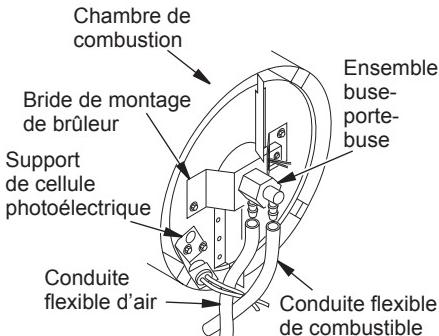

Figure 19 - Dépose des conduites flexibles de combustible et d'air (modèles 40/55/70T uniquement)
- Remettez la cellule photoélectrique dans son support. Acheminez les fils comme illustré à la Figure 19, 20 ou 21.
- Enlevez les conduites flexibles de combustible et d'air de la buse (voir Figure 19, 20 ou 21).
4. Vérifiez que les conduites flexibles de combustible et d'air ne sont ni fendillées ni trouées. Si la conduite flexible de combustible est endommagée, débranchez-la du porte-buse (voir Figure 19, 20 ou 21, page 12) et du filtre à combustible (voir *Filtre à combustible*, page 11). Si la conduite flexible d'air est endommagée, débranchez-la du porte-buse (voir Figure 19, 20 ou 21, page 12) et du raccord à griffes du couvercle d'extrémité de la pompe (voir Figure 24).
5. Installez une conduite d'air et/ou de combustible neuve. Raccordez une extrémité de la conduite flexible d'air au raccord à griffes du couvercle d'extrémité de la pompe (voir Figure 24) et l'autre au porte-buse (voir Figure 19, 20 ou 21, page 12). Raccordez une extrémité de la conduite flexible de combustible au filtre à combustible (voir *Filtre à combustible*, page 11) et l'autre au porte-buse (voir Figure 19, 20 ou 21, page 12).
Remarque : Acheminez les conduites flexibles comme illustré à la Figure 19, 20 ou 21, page 12, selon le modèle. Elles ne doivent pas toucher le support de la cellule photoélectrique.